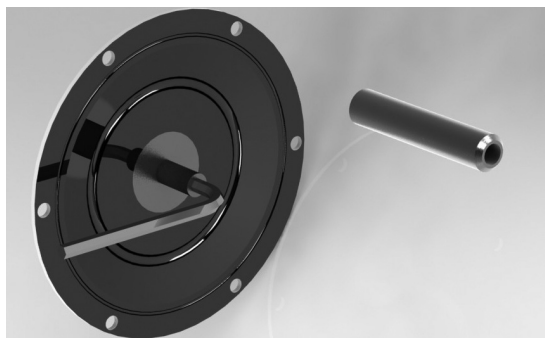

Abbildung 14
in die Membranwelle (19) (siehe Abb. 14).